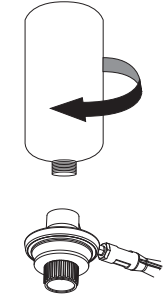

Figura 1b
2. Lubrique la rosca de la válvula del regulador con vaselina de petróleo, introduzca el tanque de gas en la válvula del regulador y apriete con la mano la conexión firmemente (Figura 1b).